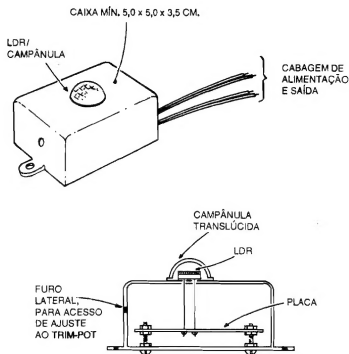

Fig. 6
- **FIG. 6 - A CAIXA, O ACABAMENTO** - Se o Leitor/Hobbysta usar um **container** nas dimensões sugeridas em OPCIONAIS/DIVERSOS da LISTA DE PEÇAS, a "coisa" poderá ficar, após terminada, com a aparência profissional e elegante mostrada na figura... Observar a importância de se fixar a placa, dentro da